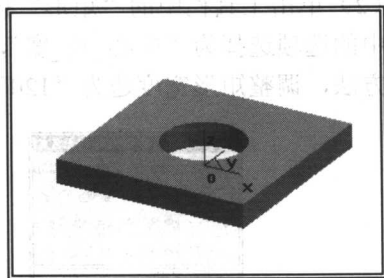

图 0-7 拉伸实体
(3) 在“深度”输入框内双击鼠标左键, 键入“10”, 单击按钮, 在绘图区中出现拉伸特征实体造型, 单击屏幕上方的“真实感显示”按钮, 系统以渲染方式显示图形, 如图 0-7 所示。